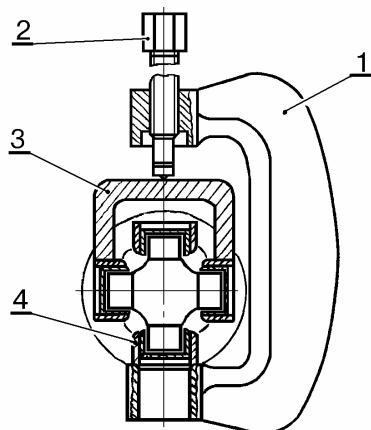

Рис.11. Выпрессовка подшипников крестовины 2105/21211-2202025.
- установить струбцину 1, рис.11, с упором 3, как показано на рисунке, и вращением винта 2 переместить крестовину до упора в вилку 4. Перевернуть струбцину с упором и повторить операцию.